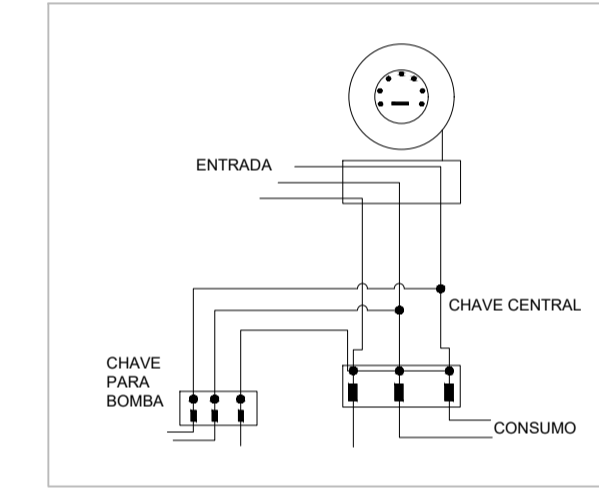

FIGURA 01 - INSTALAÇÃO CORRIMÃO/GUARDA-CORPO (I.T.-08) SEM ESCALA
- A ALTURA DOS GUARDA-CORPOS, MEDIDA INTERNAMENTE, DEVE SER, NO MÍNIMO, DE 1,05 M AO LONGO DOS PATAMARES, ESCADAS, CORREDORES, MEZANINHOS E OUTROS (VER FIGURA 01), PODENDO SER REDUZIDA PARA ATÉ 92 CM NAS ESCADAS INTERNAS, QUANDO MEDIDA VERTICALMENTE DO TOPO DA GUARDA A UMA LINHA QUE UNA AS PONTAS DOS BOCÕES OU QUINAS DOS DEGRÁUS.